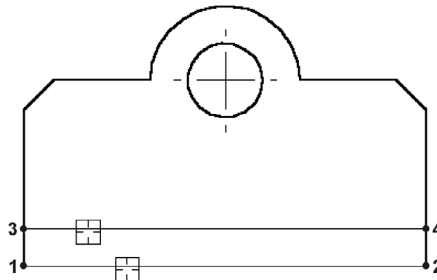

Рис. 26.8. Указание вспомогательных отрезков
5. В ответ на запрос системы **Укажите кривую, по которой нужно проставить точки** последовательно укажите курсором построенные вспомогательные отрезки (рис. 26.8).